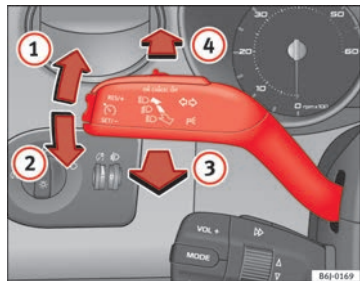

Fig. 62 Leva degli indicatori di direzione e degli abbaglianti
- Spingere la leva verso l'alto (fino al riscontro) ⇒ fig. 62 ① se si vuole mettere la freccia **a destra**; verso il basso ② invece, per mettere la freccia **a sinistra**.
- Per accendere gli abbaglianti si deve spingere in avanti la leva ⇒ fig. 62 ④.